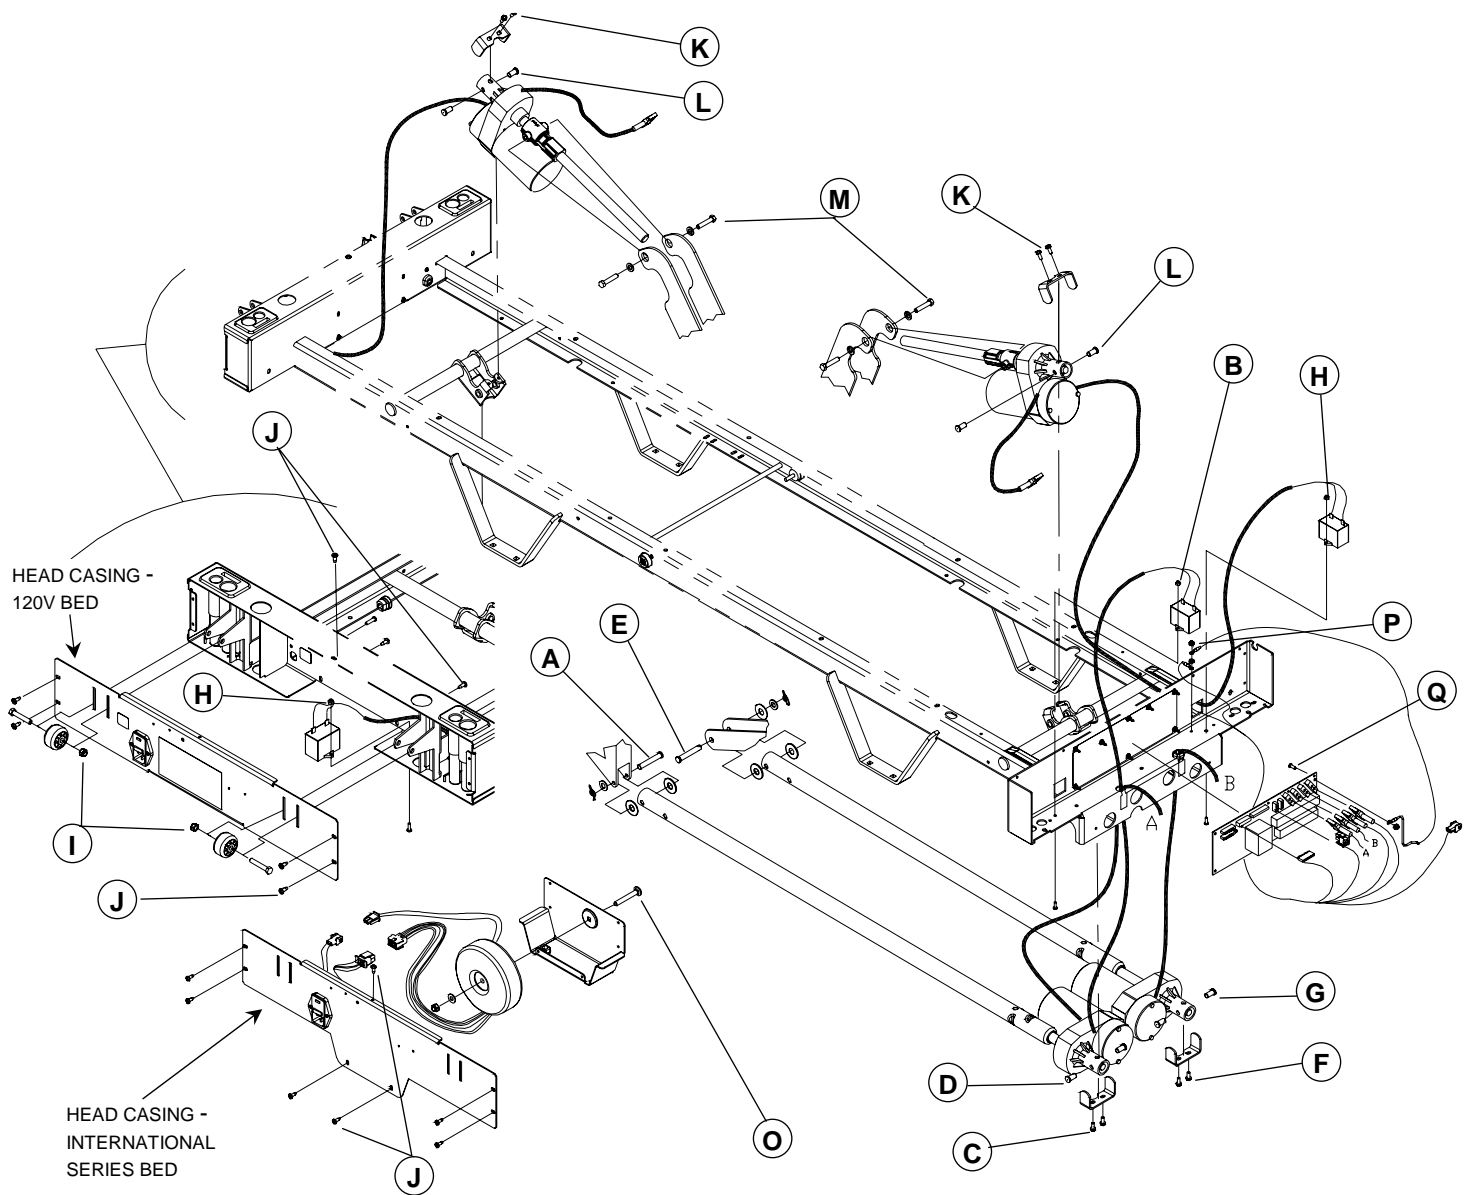

Figure 4.3C
5. À l'aide de pincés à long bec, retirez la goupille enroulante/les rondelles/l'axe de chape (E, fig. 4.3C, page 30) rattachant les bras du levier de la section de cuisse au tube du vérin de cuisse.
À moins d'indications contraires, référez-vous à la figure 4.3C de la page 30 pour l'illustration des références contenues dans la procédure de remplacement qui suit.